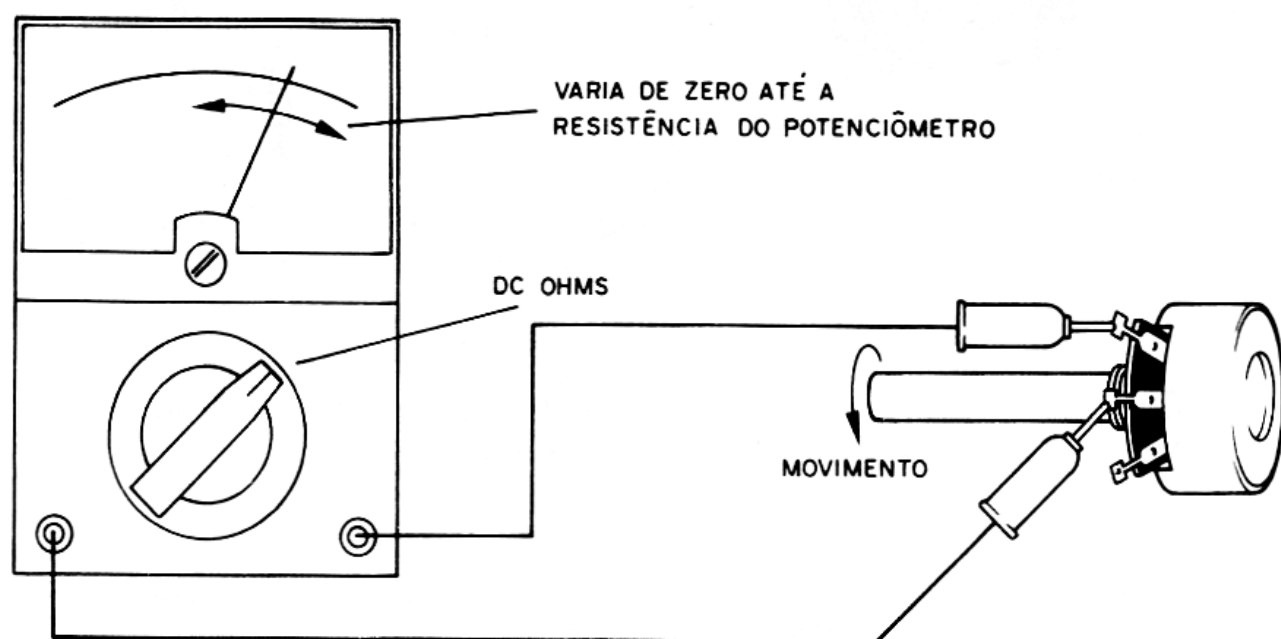

figura 6
4) Retire o papel usado como modelo e, baseado nas posições dos furos, faça o desenho na placa, igual ao original, usando a caneta com tinta especial. (figura 6)
Para testar um potenciômetro ou trim-pot basta medir a resistência entre os extremos. Depois, com o instrumento ligado entre o cursor e um extremo, movimentamos o eixo. Deve haver a variação da indicação de resistência na faixa que vai de zero até o valor do componente. Num potenciômetro de 100k a resistência deve variar de 0 a 100k, se ele estiver bom. (figura 6)